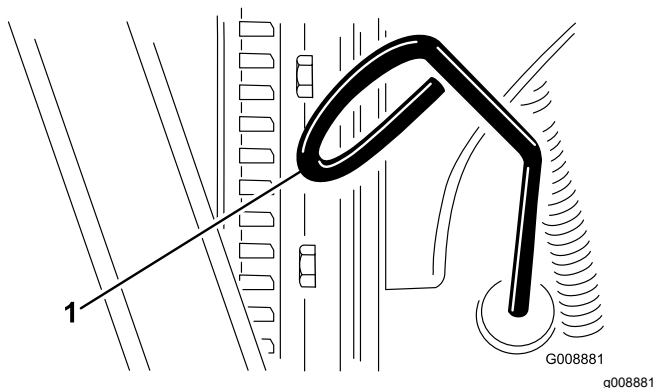

Figura 20
2. Retire a vareta (Figura 20) e limpe-a com um pano limpo.